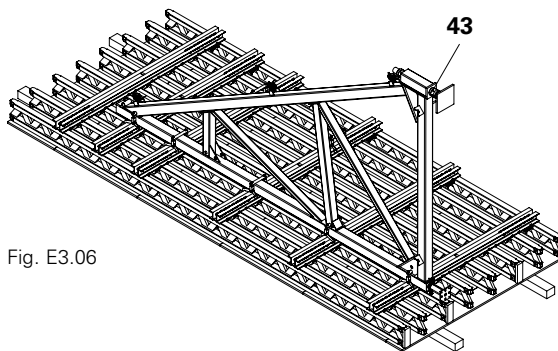

Fig. E3.06
1. Rimuovere l'unità di regolazione-2 (43) e imballarla separatamente per il trasporto di ritorno.
2. Impilare i contrafforti e fissarli con nastro d'acciaio, vedi A1. (Fig. E3.06)